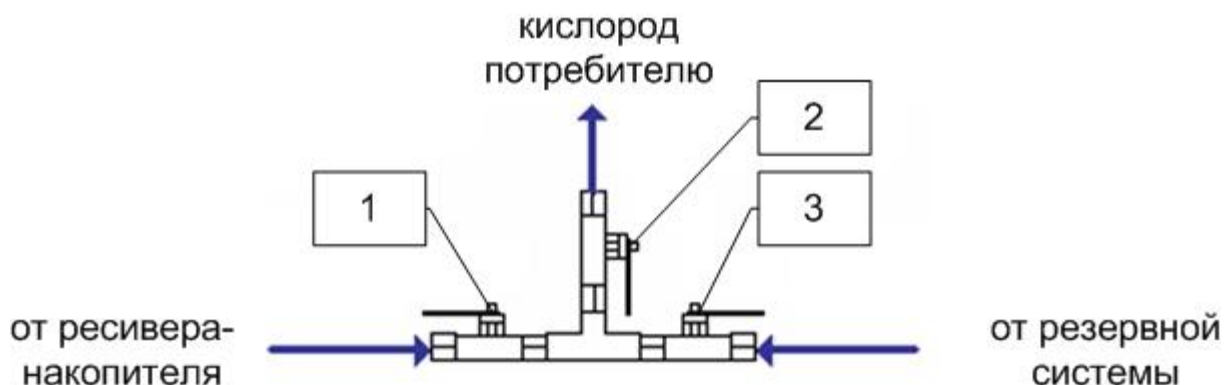

Рисунок 2 Схема подключения кислородного концентратора MZ-30
4.9 При монтаже установки с резервной системой (например, кислородным баллоном высокого давления) необходимо использовать Т-образный блок с шаровыми кранами (см. рисунок 2). Присоедините шланги от редуктора ресивера и от редуктора резервной системы (баллон высокого давления) к шаровым кранам. Центральный штуцер блока подсоединяется к потребителю.